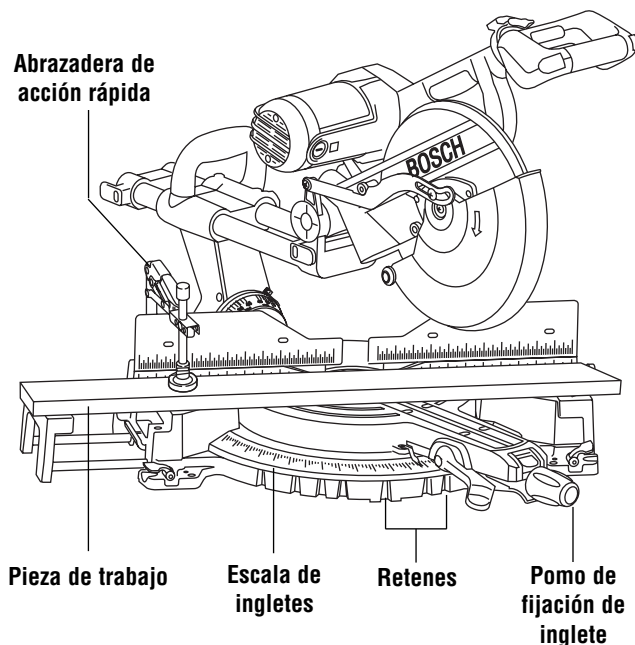

Figura 28. Corte a inglete
1. Afloje el pomo de fijación del inglete. Suba el gatillo del retén de inglete y mueva la sierra al ángulo deseado, utilizando ya sea los retenes o la escala de ingletes. Apriete el pomo de fijación de inglete (Figura 28).